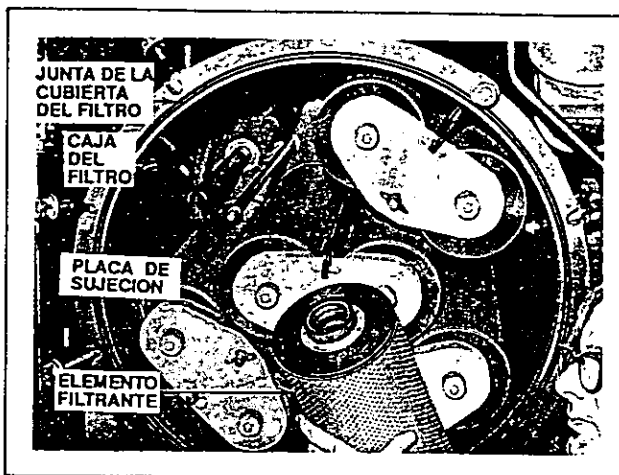

Figura 56. Instalación de filtros de aceite lubricante.
- Cierre la puerta/tapa del depósito de filtros y apriete las tuercas de sujeción uniformemente para evitar posibles fugas.(ver figura 56).